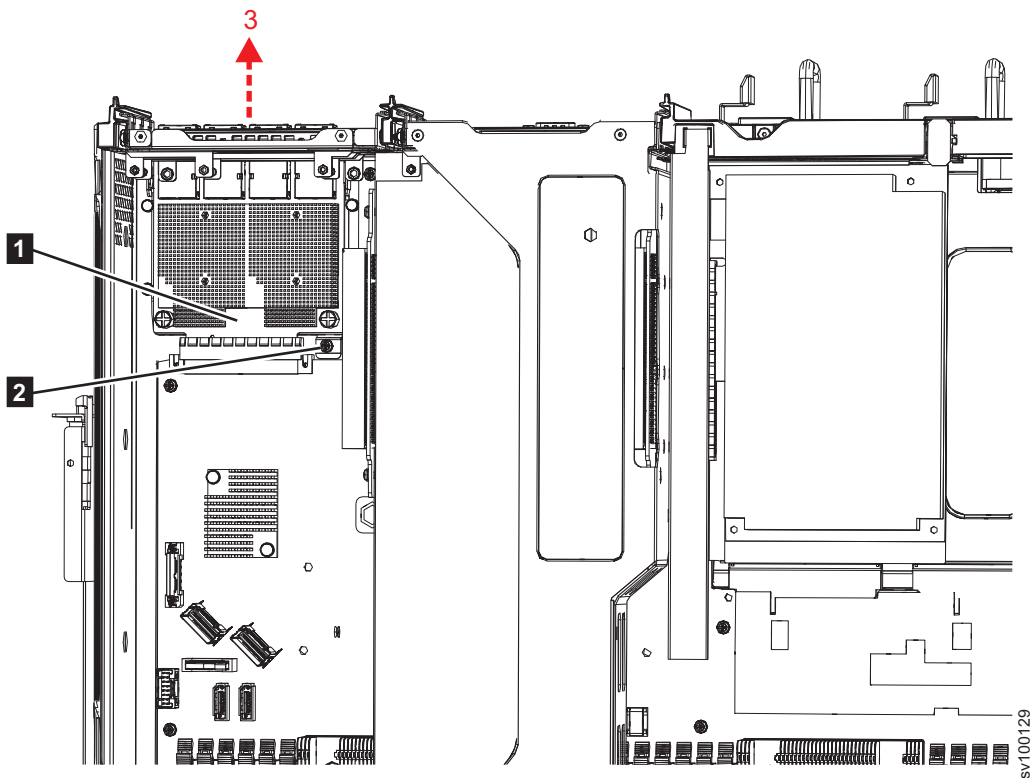

図 330. 2145-SV1 イーサネット・エッジ・ボードの取り外し
8. 441 ページの図 330に示されているように、イーサネット・エッジ・ボード (**1**) を見つけます。
9. イーサネット・エッジ・ボードをシャーシに取り付けてあるねじ (図 330 の **2**) を取り外します。
10. イーサネット・エッジ・ボードを、図 330 で示された方向 (**3**) に押して、ノード背面にあるポート穴から取り出します。
441 ページの図 330 は、イーサネット・エッジ・ボードをシャーシに取り付ける位置 (2) を示しています。